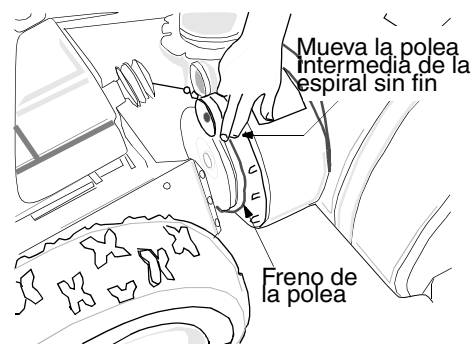

Figura 28
- Para extraer la correa propulsora de la espiral sin fin delantera, empuje la polea intermedia hacia la izquierda. La ménsula de la correa debe moverse hacia afuera. Vea la Figura 28. Levante la correa propulsora de la espiral sin fin delantera de la polea de la espiral sin fin delantera.